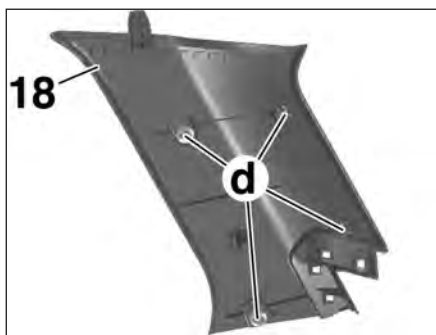

FIG.81
- la garniture avant (18) de custode en (d) (Fig.81),